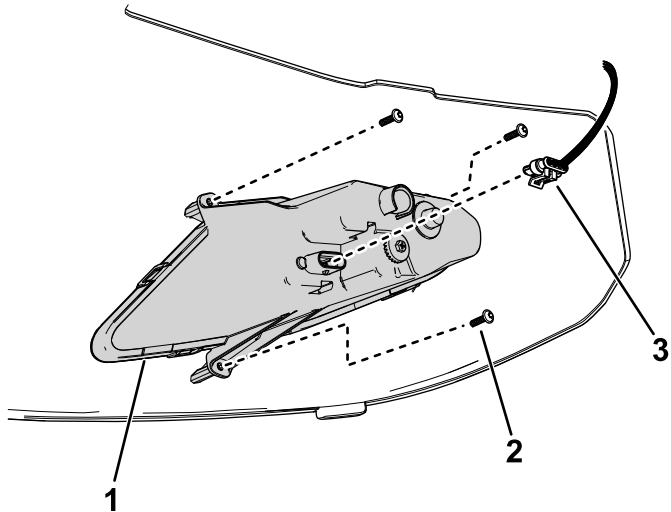

Bild 41
3. Ziehen Sie den Kabelbaumanschluss vom Scheinwerferanschluss ab (Bild 41).
6. Verbinden Sie den Kabelbaumanschluss mit dem Scheinwerferanschluss (Bild 41).